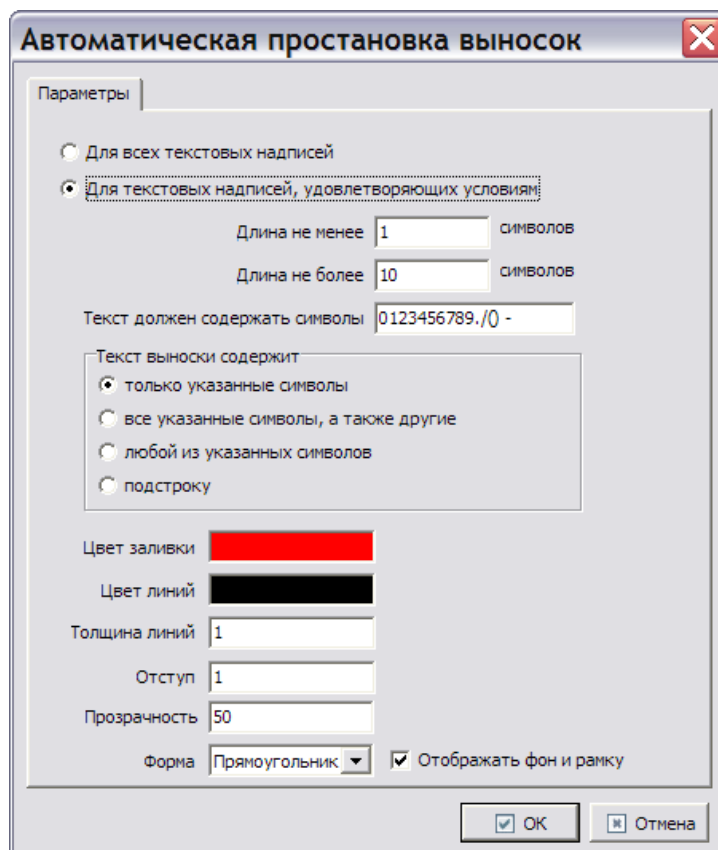

Рис. 5.123
3. На **Панели инструментов для листов** выберите инструмент **Автоматически создать выноски** . При этом появится диалоговое окно **Автоматическая простановка выносок** (Рис. 5.123).